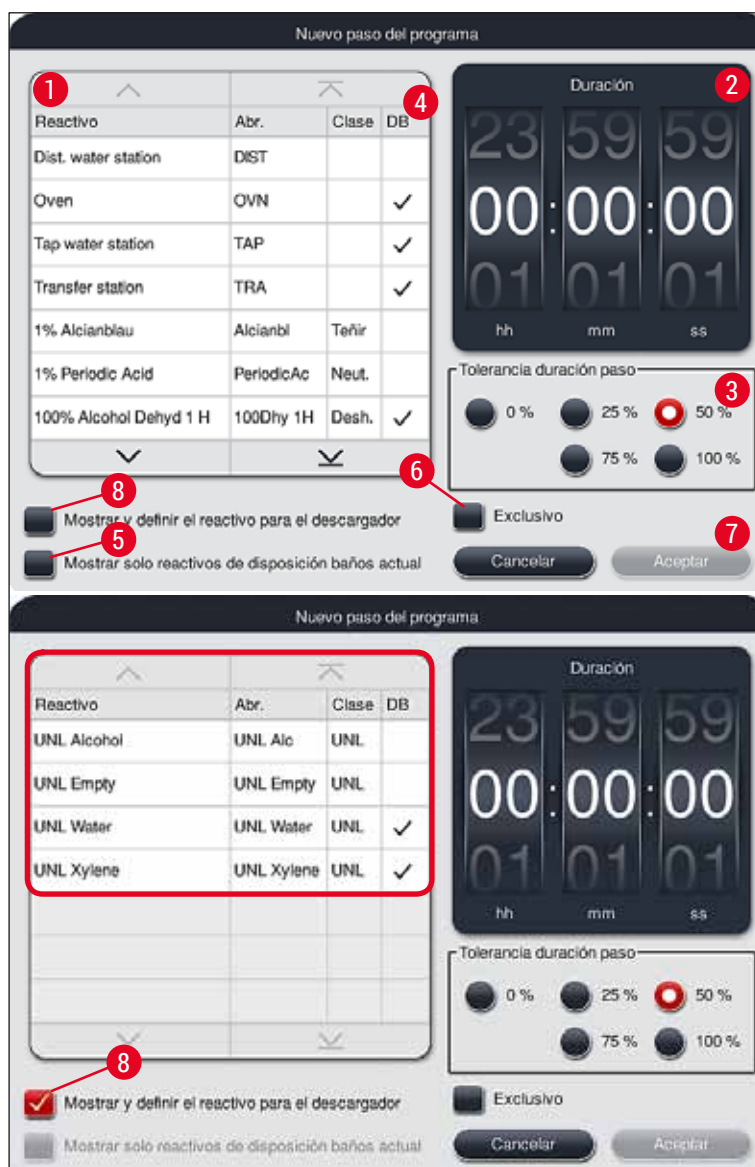

Fig. 47
- Se abre una ventana para definir el paso del programa (→ "Fig. 47").